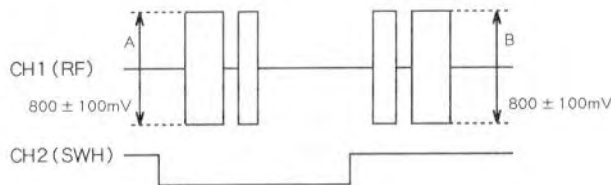

Fig. 5-9
- 3). Adjust trimmer resistor R121 so that levels A and B of the output waveform (1.57 MHz) are 800 ± 100 mV, as shown in Fig. 5-9. At this time, if the difference in output level between A and B is too great for both of them to fall within the standard range, match the higher to the standard value.
- 3). 図5-9のように、出力波形 (1.57MHz) A, Bのレベルが 800 ± 100 mVになるように半固定抵抗R121を調整する。このとき、AとBの出力差が大きく規格値に入らない場合は、大きい方のレベルを規格値に合わせるように調整する。